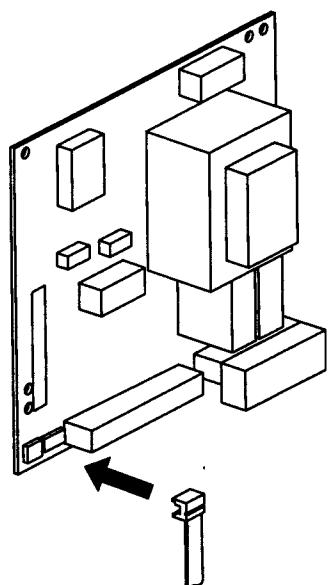

Fig. 7
- 7) Innestare il connettore del cavo nell'apposito connettore previsto sull'apparecchiatura elettronica (fig. 7).
- 7) Fit the cable connector in the appropriate connector on the control board (fig. 7).
- 7) Brancher le connecteur du câble sur le connecteur spécifique prévu sur l'armoire électronique (fig. 7).
- 7) Acople el conector del cable en el correspondiente conector previsto en el equipo electrónico (fig. 7 ).
- 7) Den Stecker des Kabels in den entsprechenden Stecker, der auf dem elektronischen Gerät vorgesehen ist, einstecken (Abb. 7 ).